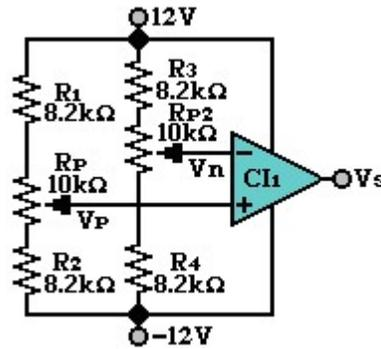

Figura 4.1
2. Realizar el análisis teórico de la figura 4.1 y 4.2 (de acuerdo con la tabla 4.1) y 4.3 (de acuerdo con el punto 4 del procedimiento) y encuentre el voltaje V_p (mínimo y máximo), este deberá ser entregado al profesor del laboratorio al inicio de este.
- Arme el circuito de la figura 4.1.